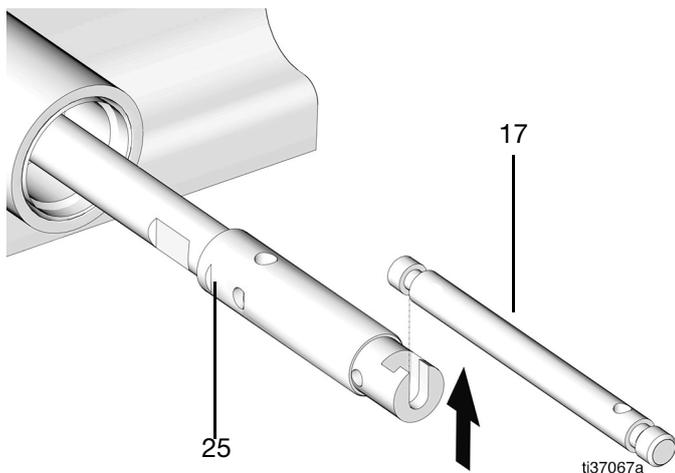

FIG. 42
- 26. Retirer la tige shovel (17) du piston de pompe (25) (FIG. 42).